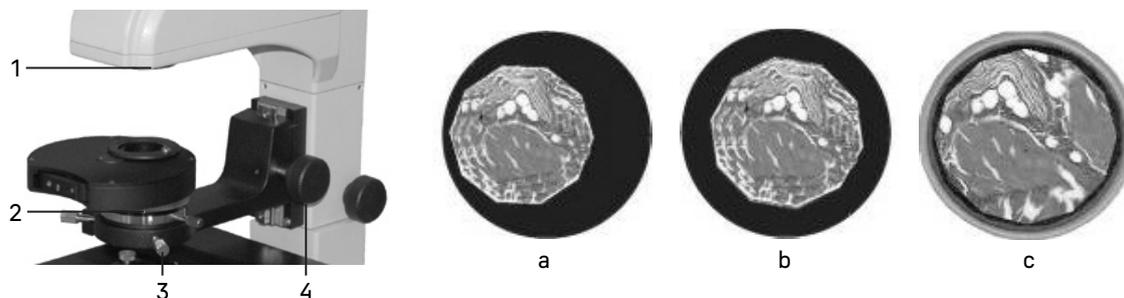

Рис. 13. Настройка освещения по Кёлеру
- Раскройте апертурную диафрагму **2** и закройте полевую диафрагму **1**. В поле зрения будет видно светлое пятно с изображением краев диафрагмы, как показано на рис. 13.
- Если светлое пятно смещено относительно центра поля зрения, как показано на рис. 13а, отрегулируйте положение апертурной диафрагмы с помощью центрировочных винтов **3** так, чтобы центр апертурной диафрагмы совпал с центром поля зрения, как показано на рис. 13б.
- Раскройте полевую диафрагму, чтобы изображение образца заполнило поле зрения, как показано на рис. 13с.